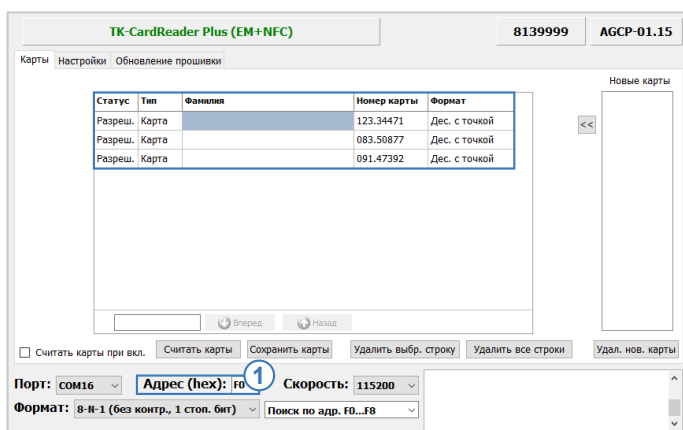

Рис.14. Формирование списка карт для отправки через сервер.
- в поле «Адрес (hex)» в нижней части окна программы введите сетевой адрес считывателя на шине RS-485, которому нужно передать файл (**Рис.14, п.1**). Стандартные адреса считывателей TK-CardReader Plus – F0-F7;